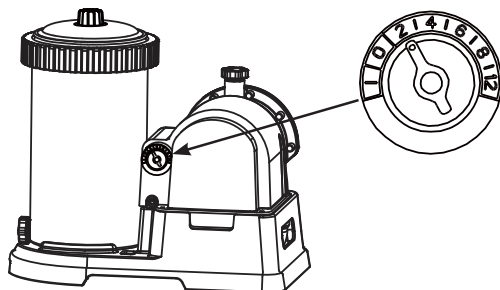

FIG 10
- A. Collegare il cavo di alimentazione alla presa di corrente e impostare la manopola del timer sulle ore di funzionamento desiderate (Vedi Fig. 10). Vedere la tabella relativa al "Tempo di funzionamento" per la programmazione delle ore di funzionamento a seconda delle dimensioni della piscina.